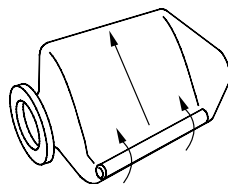

Figura 4 - Enrollar diagonalmente hacia el cuello
- B. Para obtener un enrollado lo más ajustado posible, comience por un lado en la parte superior y enrolle la celda de agua EN FORMA BIEN APRETADA diagonalmente hacia el otro lado (consulte la Figura 4). Para empujar todo el aire que sea posible hacia afuera, es importante enrollar hacia la abertura del cuello de la celda de agua.